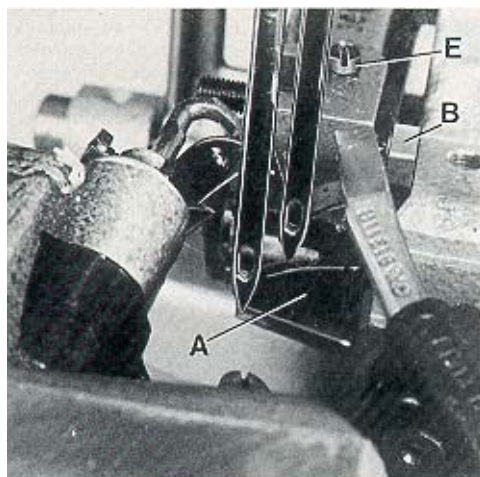

Fig.16
When the needle guard (A, Fig. 16) is in its most forward end position, its guarding surfaces should just contact the back of the needles without deflecting them. After loosening screw (B, Fig. 16) needle guard (A) can be moved accordingly to the front or to the rear. Retighten screw.
Wenn der Nadelanschlag (A, Fig. 16) in seiner vorderen Endstellung ist, sollen seine Schutzflächen die Rückseite der Nadeln gerade berühren, ohne sie abzulenken. Nach Lösen der Schraube (B, Fig. 16) kann der Nadelanschlag (A) entsprechend nach vorne oder hinten geschoben werden. Ziehen Sie die Schraube wieder an.
Adjust the supporting screw (E, Fig. 16) in the feed bar to the required height and assemble the feed dog.
Stellen Sie die Stützschaube (E, Fig. 16) im Transporteurträger auf die entsprechende Höhe und montieren Sie den Transporteur.